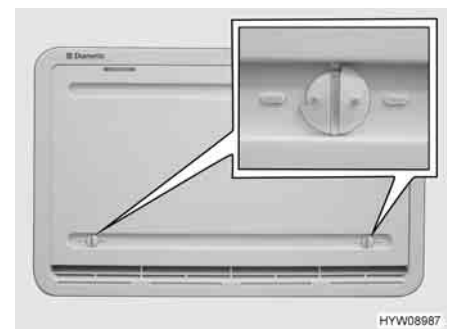

Fig. 176 Copertura invernale
Le coperture invernali (Fig. 176) proteggono il gruppo frigorifero dall'aria fredda. Posizionare le coperture invernali davanti a entrambe le griglie di aerazione quando la temperatura esterna scende al di sotto di +10 °C (sia per funzionamento elettrico che a gas).
- Aprire entrambi i bloccaggi (Fig. 176), la scanalatura risulterà orizzontale.